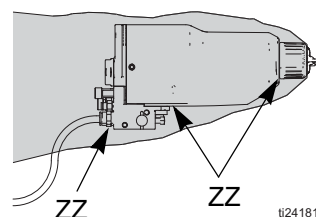

Fig. 13. . Sprawdzanie pod kątem wycieku
Podczas pracy należy okresowo sprawdzać wszystkie otwory osłony pistoletu (ZZ) pod kątem występowania płynu. Patrz FIGURE 13. Płyn w takich obszarach wskazuje na wyciek płynu do osłony, co może być spowodowane nieszczelnymi połączeniami rury płynu lub nieszczelną uszczelką płynu.